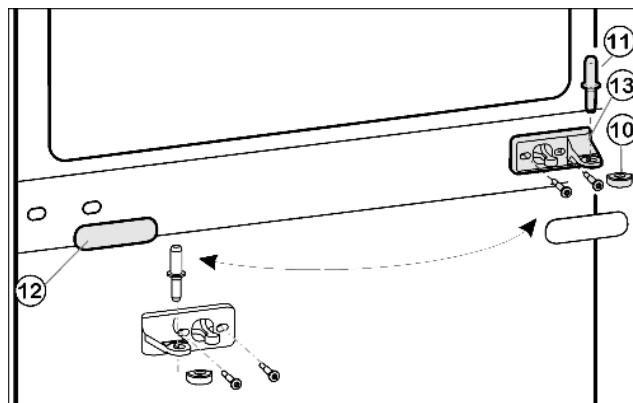
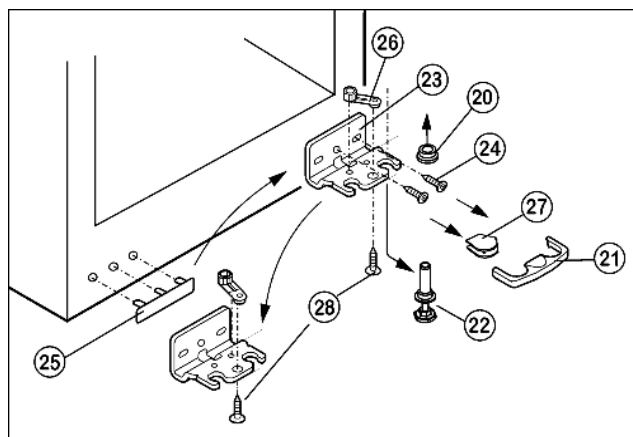

Fig. 5
Fig. 6
- ▶ Træk lejebolten i midten Fig. 5 (11) ud af lejekonsollen og den nederste dør
- ▶ Træk plasthætten Fig. 5 (10) af.
- ▶ Afmonter lejekonsollen i midten Fig. 5 (13).
- ▶ Tag afdækningsblenden Fig. 5 (12) forsigtigt af.
- ▶ Flyt lejekonsollen i midten Fig. 5 (13) drejet 180° over på hængselsiden.
- ▶ Lad afdækningsblenden Fig. 5 (12) gå i hak igen på den nye håndtagsside.
- ▶ Træksikringen Fig. 6 (21) af fremad.
- ▶ Træk afdækningen Fig. 6 (27) af.\*
- ▶ Skrustillefoden Fig. 6 (22) helt ind.
- ▶ Træk lejebolten Fig. 6 (22) ud nedad og fremad. Vær opmærksom på hængselbøsningen Fig. 6 (20).
- ▶ Skrulejekonsollen Fig. 6 (23) af (2 x Torx 25) Fig. 6 (24).
- ▶ Skrulejedelen Fig. 6 (26) af (1 x Torx 25) Fig. 6 (28) og flyt den over i det overfor liggende optagelseshul i lejekonsollen, skru den fast igen.
- ▶ Løft afdækningen Fig. 6 (25) på håndtagssiden forsigtigt af og flyt den.
- ▶ Skru lejekonsollen Fig. 6 (23) på igen på den nye hængselside eventuelt vha. en akkuskruestrækker, gennem det ydre lang- og rundhul.
- ▶ Sæt afdækningen *Fig. 6 (27)* på på den modsatte side.\*
- ▶ Sikringen (21) skal gå i hak i siden af lejekonsollen, så lejebolten og dermed døren er sikret.
- ▶ Lad sikringen (21) gå i hak igen på lejekonsollen.
- ▶ Sæt hængselbøsningen *Fig. 6 (20)* på.
- ▶ Sæt den nederste dør oppefra på lejebolten fornedden *Fig. 6 (22)*.
- ▶ Sæt igen plathætten *Fig. 5 (10)* på lejekonsollen i midten *Fig. 5 (13)*.
- ▶ Sæt lejebolten i midten *Fig. 5 (11)* i den nederste dør på den nye hængselside gennem lejekonsollen i midten *Fig. 5 (13)*.
- ▶ Sæt den øverste dør på lejebolten i midten *Fig. 5 (11)*.
- ▶ Skruen i midten på lejekonsollen *Fig. 6 (23)* flyttes fornedden til et frit langhul.
- ▶ Justér eventuelt de to døre via de to langhuller i lejekonsollen fornedden *Fig. 6 (23)* og lejekonsollen i midten *Fig. 5 (13)*, så de flugter med apparatkabinettet.